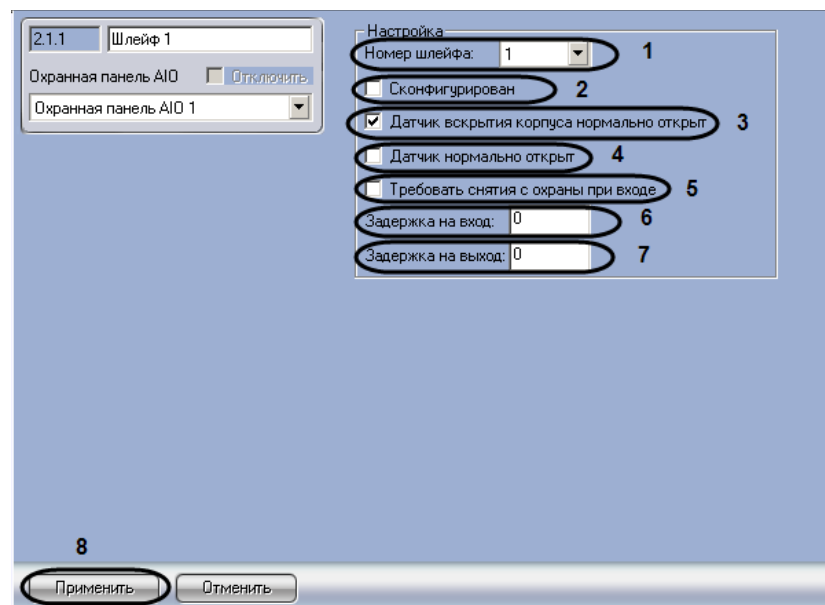

Рис. 3.6-4 Панель настроек объекта Шлейф
1. Перейти на панель настроек объекта **Шлейф** (Рис. 3.6-4).
2. Из раскрывающегося списка **Номер шлейфа**: выбрать порядковый номер шлейфа (см. Рис. 3.6-4, 1).
3. Установить флажок **Сконфигурирован**, если шлейф находится в рабочем состоянии (см. Рис. 3.6-4, 2).
4. Установить флажок **Датчик вскрытия корпуса нормально открыт**, если необходимо получать события тревоги при разрушении или вскрытии корпуса датчика (см. Рис. 3.6-4, 5).
5. Установить флажок **Датчик нормально открыт**, если необходимо, чтобы шлейф находился в нормальном состоянии (не тревога) при разомкнутых контактах (см. Рис. 3.6-4, 4).
6. Если необходимо требовать снятие с охраны шлейфа при входе необходимо установить соответствующий флажок (см. Рис. 3.6-4, 5).
7. Ввести в поле **Задержка на вход**: значение в секундах, определяющее время для снятия шлейфа с охраны при входе (см. Рис. 3.6-4, 6).
8. Ввести в поле **Задержка на выход**: значение в секундах, определяющее время, при котором объект сможет совершить выход после постановки шлейфа на охрану (см. Рис. 3.6-4, 7).